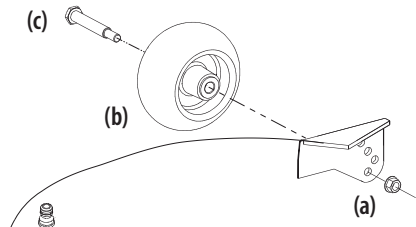

Figure 12
6. Retirez l'écrou de blocage (a) la roulette de terrage (b) et la vis à épaulement (c) du plateau. Consultez la Figure 12 à la page 77.